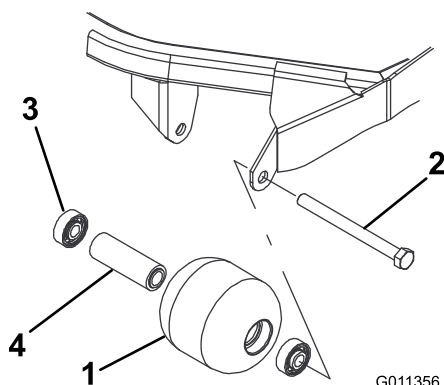

Рисунок 99
1. Снимите болт крепления валика (Рисунок 99).
4. Осмотрите корпус, подшипники и распорную втулку подшипника валика на наличие повреждений (Рисунок 99). Замените поврежденные компоненты и соберите узел.
1. Запрессуйте передний подшипник в корпус валика (Рисунок 99). Прикладывайте усилие только к наружному кольцу или одинаковое усилие к внутреннему и наружному кольцам.
2. Вставьте втулку подшипника (Рисунок 99).
3. Запрессуйте второй подшипник в корпус валика (Рисунок 99), нажимая с одинаковым усилием на внутреннее и наружное кольца до тех пор, пока внутреннее кольцо не войдет в контакт с распорной втулкой подшипника.